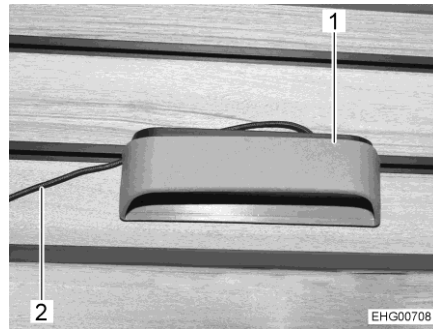
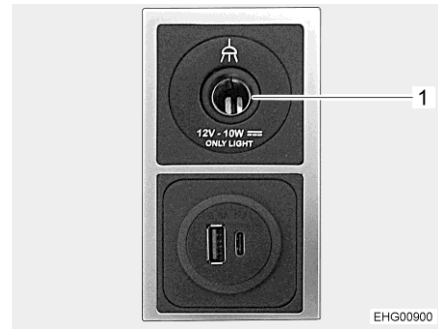

Fig. 76 Lámpara de lectura móvil
Fig. 77 Caja de enchufe de 12 V y puertos USB
- Colgar la lámpara de lectura móvil (Fig. 76,1) en el lugar deseado en uno de los rieles de enganche.
- Conectar el cable (Fig. 76,2) de la lámpara de lectura móvil en la caja de enchufe de 12 V más cercana (Fig. 77,1).